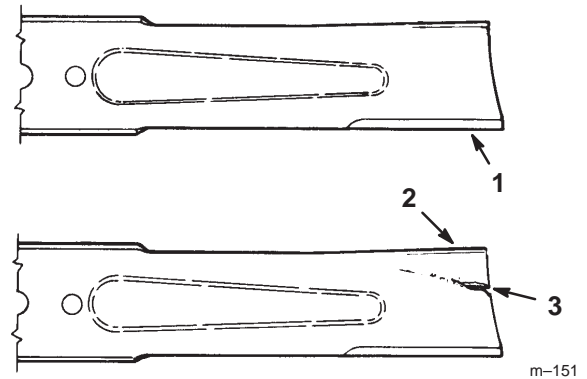

Figure 24
1. Inspectez les tranchants des lames (Fig. 24). Si les lames ne sont pas tranchantes ou si elles présentent des indentations, déposez-les et aiguisiez-les (voir Aiguisage des lames, page 30).
2. Inspectez les lames, surtout la partie incurvée (Fig. 24). Remplacez immédiatement toute lame endommagée, usée ou qui présente une entaille (repère 3 de la Fig. 24).